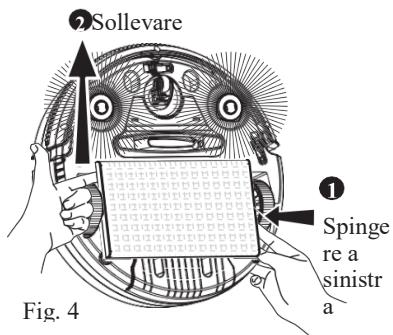

Fig. 4
1. Rimuovere il supporto del panno polvere seguendo le istruzioni mostrate in Fig. 4.
1. **Non utilizzare la funzione rastrellamento sui tappeti.** In questo caso, è necessario rimuovere le spazzole laterali per evitare che si danneggino. Se non è necessario utilizzare la funzione rastrellamento, si prega di rimuovere il supporto panno polvere dal pulitore (seguire le istruzioni riportate in Fig. 4), prima che lo si accenda per la pulizia